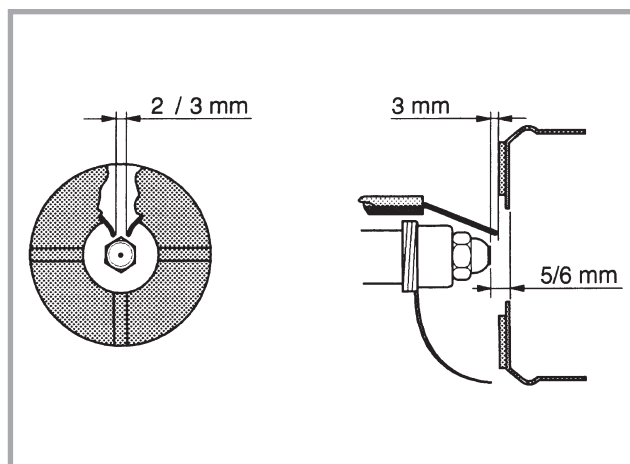

Figure 12 - Réglage des électrodes
Vérifier le centrage du gicleur ; éviter de poser les doigts sur l'orifice du gicleur (fig. 12).
- nettoyer avec précaution les électrodes et vérifier leur écartements (fig. 12, p. 9),